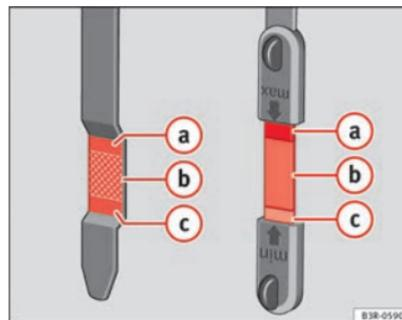

Fig. 166 Marcas na vareta de medição do óleo
- Em seguida, retire-a novamente e verifique o nível do óleo ⇒ Fig. 166. Se necessário, reponha óleo do motor ⇒ Página 236.